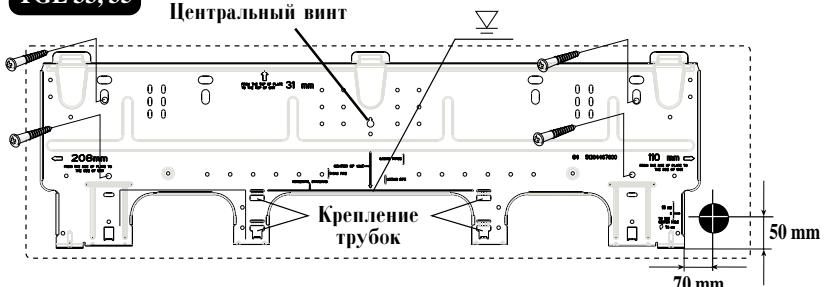

Рис. 4
- Вытяните монтажный кронштейн, прикрепленный к задней стороне внутреннего агрегата. См. рис. 4.
- Отметьте на стене положение 4 отверстий, показанных на рис. 4.
- Отметьте центр отверстия, которое нужно просверлить (рис. 4).